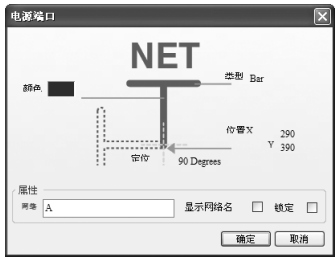

图 4-51 设置电源端口属性
(1) 单击“布线”工具栏中的 V_{CC} （VCC 电源符号）按钮，弹出“电源端口”符号，在“类型”列表框中选择“Circle”，在“网络”文本框中输入“A”，如图4-51所示。